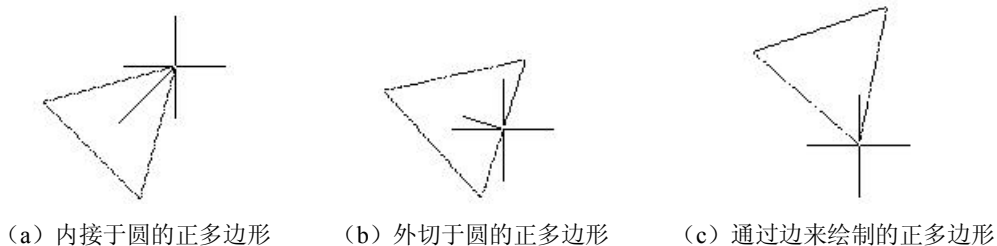

图 2-39 正多边形的绘制
(3) 常用的图形绘制命令（二）（针对工作任务 2.3~2.4）。
① 正多边形。可绘制 4~1024 边的正多边形，如图 2-39 所示。